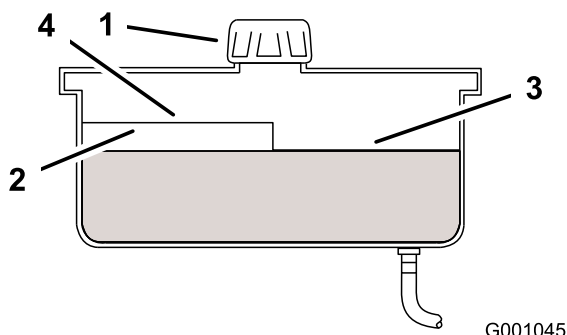

Bild 49
4. Reinigen Sie den Bereich um den Einfüllstutzen und den Deckel des Hydraulikbehälters (Bild 49).
5. Schrauben Sie den Deckel vom Einfüllstutzen ab. Schauen Sie in den Stutzen um sicherzustellen, dass Öl im Behälter ist. (Bild 49).
Hinweis: Der Füllstand sollte bei warmem Öl an der Oberkante der heißen Einfüllmarkierung der Trennwand liegen (Bild 49).